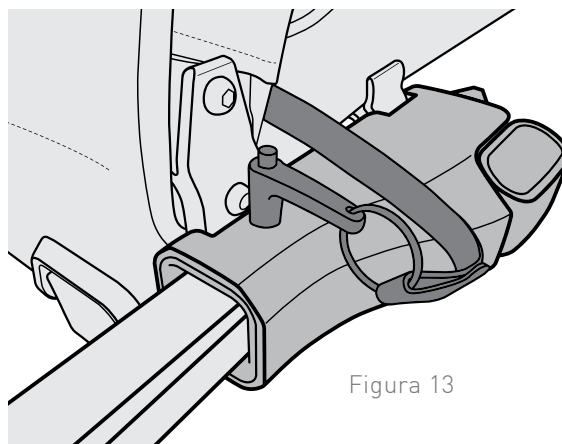

Figura 13
4. Pulse el botón situado encima del pasador de retención e insértelo en los orificios alineados a lo largo del acople rápido y la barra de remolque (Figura 13).